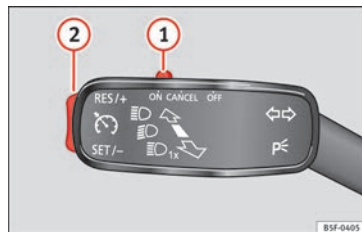

Abb. 40 Links von der Lenksäule: Schalter und Bedienelemente des GRA.
- Die GRA anschließen: den Schalter **» Abb. 40 ①** in die Stellung **ON** schieben. Das System ist eingeschaltet. Da noch keine Geschwindigkeit gespeichert ist, erfolgt noch keine Regelung.
- GRA aktivieren: drücken Sie die Taste **» Abb. 40 ②** im Bereich **SET/-**. Die aktuelle Geschwindigkeit wird gespeichert und geregelt.
- GRA vorübergehend abschalten: Schieben Sie den Schalter **» Abb. 40 ①** bis **CANCEL** oder treten Sie auf die Bremse. Regelung wird vorübergehend abgeschaltet.
- GRA wieder einschalten: Drücken Sie die Taste **» Abb. 40 ②** in **RES/+**. Die gespeicherte
- GRA abschalten: Schalter **»» Abb. 40 1** auf **OFF** schieben. Das System wird abgeschaltet und die gespeicherte Geschwindigkeit gelöscht.